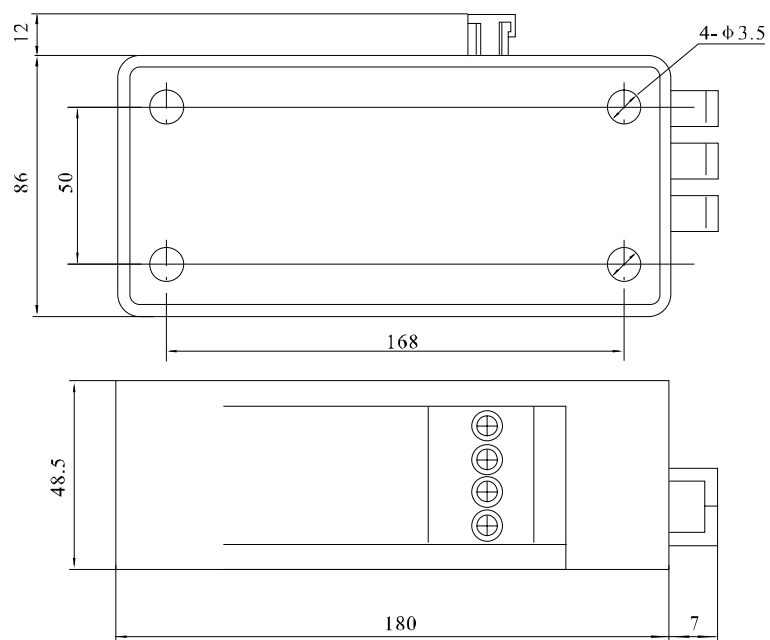

图19D (电源模块外形及安装尺寸附图)
- (1) 若Q、F、X、M的控制电源电压不同时应分别接不同电源。
- (2) 端子35#可直接接电源（自动预储能），也可串接常开按钮后接电源（手控预储能）
- (3) —— 用户连接，外加附件用户自备。
- (4) *当智能控制器的工作电源为直流电源时，须增加电源模块（此时1#、2#端子严禁再接入交流电源）。电源模块其外形及安装尺寸见图19D。二次接线如图所示[直流电源DC110V或220V从U₁（+）、U₂（-）输入，电源模块两输出端分别相应与二次接线座端子1（+）、2（-）相连]。
- (1) 若Q、F、X、M的控制电源电压不同时,应分别接不同电源。
- (2) 端子35#可直接接电源(自动预储能),也可串接常开按钮后接电源(手控预储能)。
- (3) ————用户连接, 外加附件用户自备。
- (4) *当智能控制器的工作电源为直流电源时,须增加电源模块(此时1#、2#端子严禁再接入交流电源)。电源模块其外形及安装尺寸见图19D。二次接线如图所示[直流电源DC110V或220V从U₁(+)、U₂(-)输入,电源模块两输出端分别相应与二次接线座端子1(+)、2(-)相连]。
- (3) ——— 用户连接,外加附件用户自备。